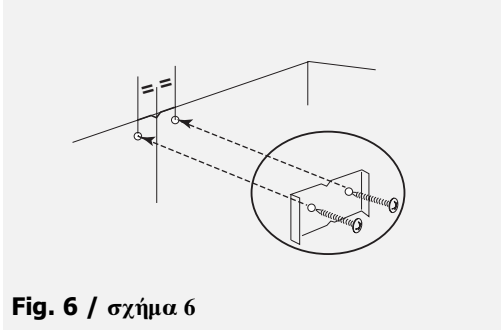

Fig. 6 / σχήμα 6
- Fixe contra a parede, apoiado ao tecto, o suporte da chaminé metálica (**fig. 6**).